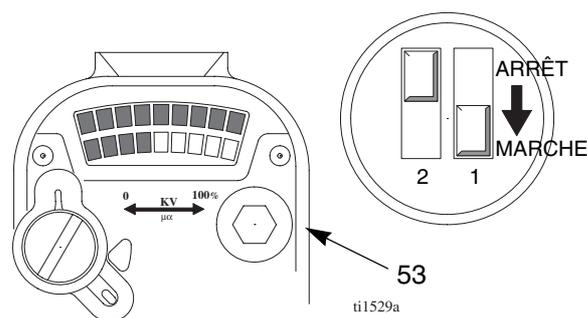

Fig. 15. Commutateurs de réglage basse tension
2. Enlever l'obturateur de réglage BASSE TENSION (53). Choisir la tension désirée à l'aide d'un petit tournevis pour mettre les sélecteurs 1 et 2 sur MARCHE ou ARRÊT, selon Tableau 4. Voir aussi FIG. 15.